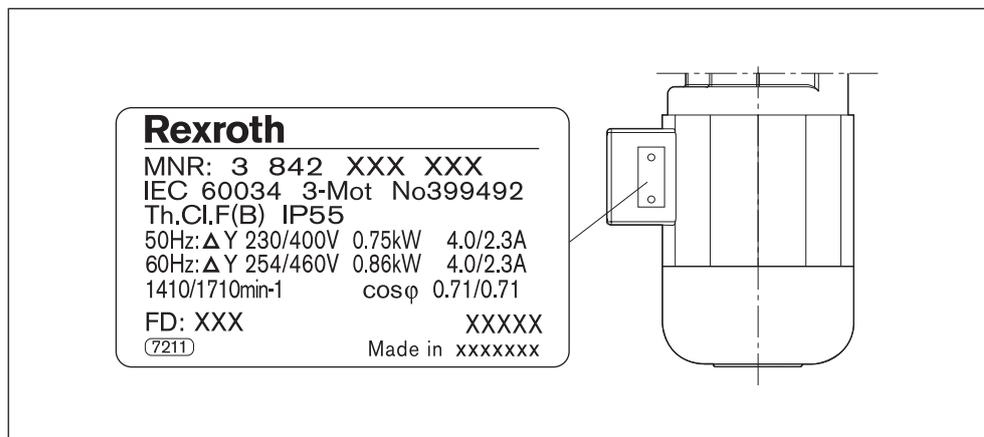

Fig. 182: Placa de características del motor (ejemplo)
- ▶ Conectar el motor en estrella o en triángulo según los esquemas de conexiones correspondientes (véase Fig. 182 en la página 192 y el esquema de conexiones de la caja de bornes).
- ▶ Para modificar el sentido de giro del motor: Intercambiar dos cables cualesquiera (U1, V1 o W1, véase Fig. 182 en la página 192).